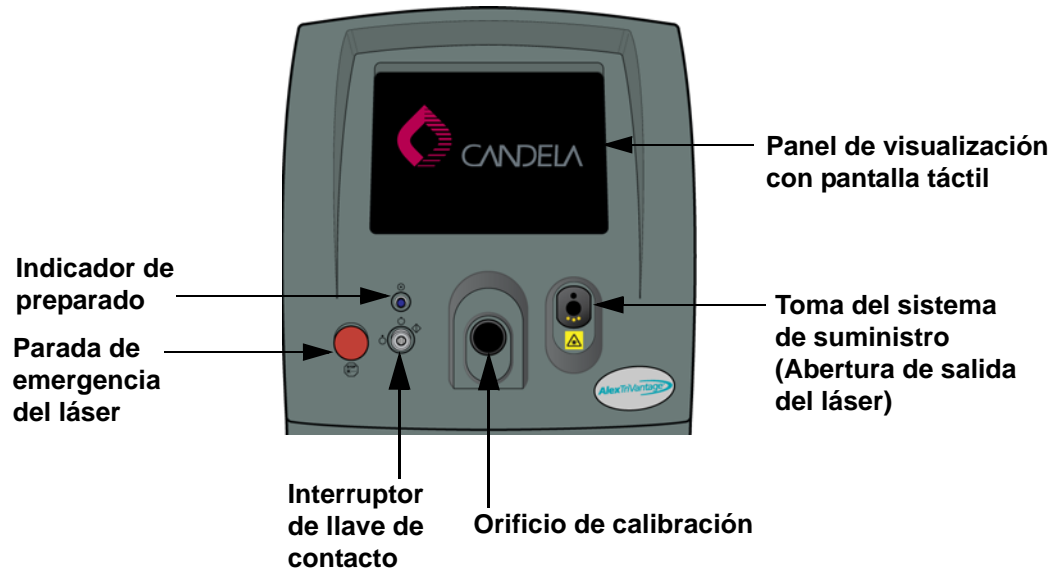

Figura 2-3: Controles y conexiones del panel frontal
- ▶ ▶ En la **Figura 2-3** se muestra una vista detallada de los controles y las conexiones, junto con una breve descripción de cada uno.